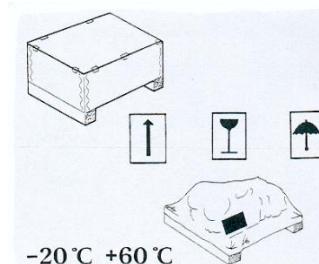

fig. 12
- Los embalajes, en su caso, pueden llevar avisos y pictogramas que faciliten información importante relativa a la manipulación y el transporte (masa, puntos de agarre, información para el almacenamiento, etc.) - (fig. 12).